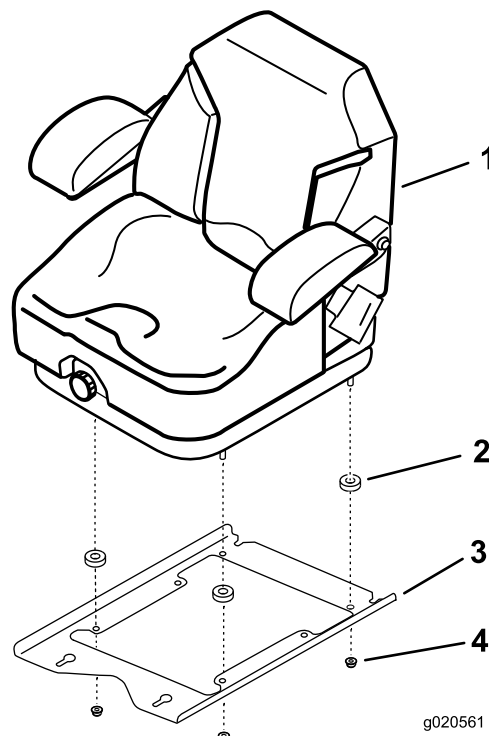

Figure 7
2. Placez une entretoise sur chacun des goujons (Figure 7).
3. Fixez l'armature au siège avec 4 écrous à embase (5/16 po) (Figure 7).